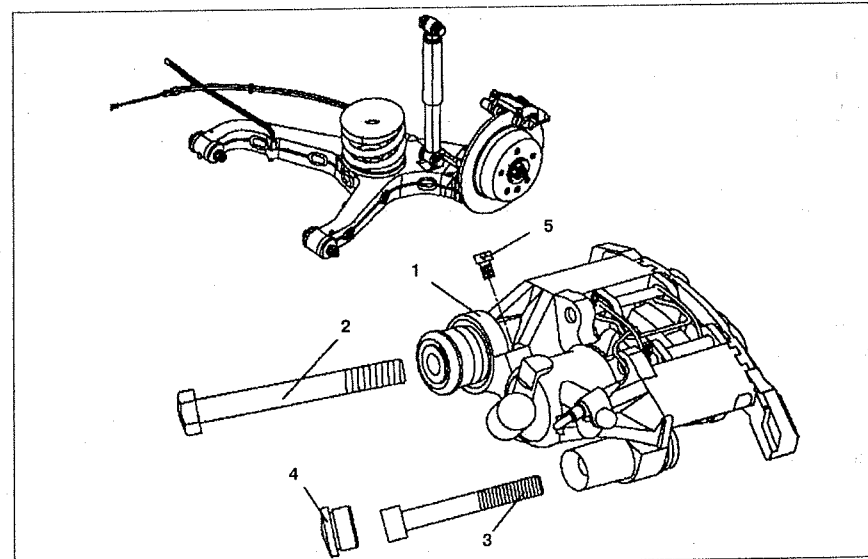

Рис. 9.7. Суппорт заднего тормозного механизма:
3. Отсоедините тормозную трубку от тормозного суппорта 1 (см. рис. 9.7).